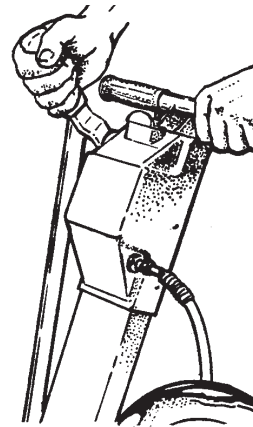

Figure 5
- 3 Introduire l'axe de commande dans l'encoche et glisser le collier sur la goupille. Lever le tambour de ponçage à l'aide du levier de commande. (Figure 5 & 6).